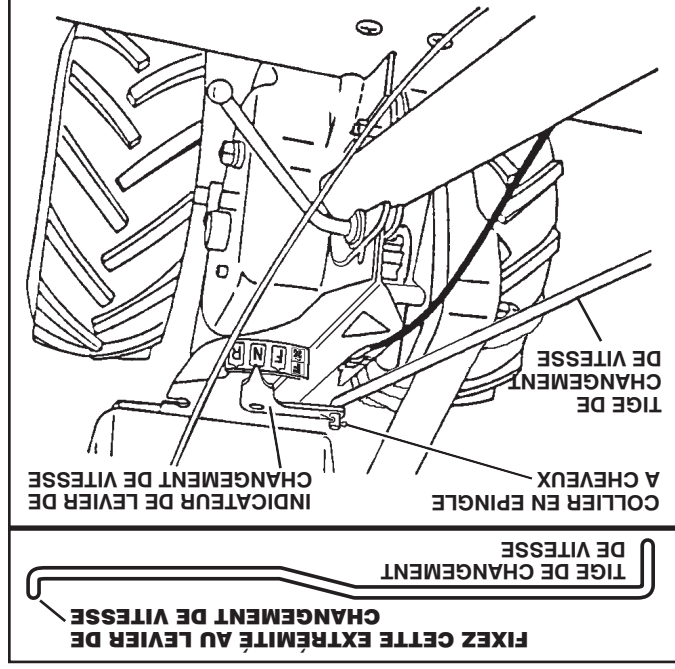

Fig. 7
RACCORDER LA TIGE DE CHANGEMENT DE VITESSE (Voir la fig. 7)
- Assurez-vous que l'indicateur de levier de changement de vitesse est en position mort ("N") (Voir la fig. 7).